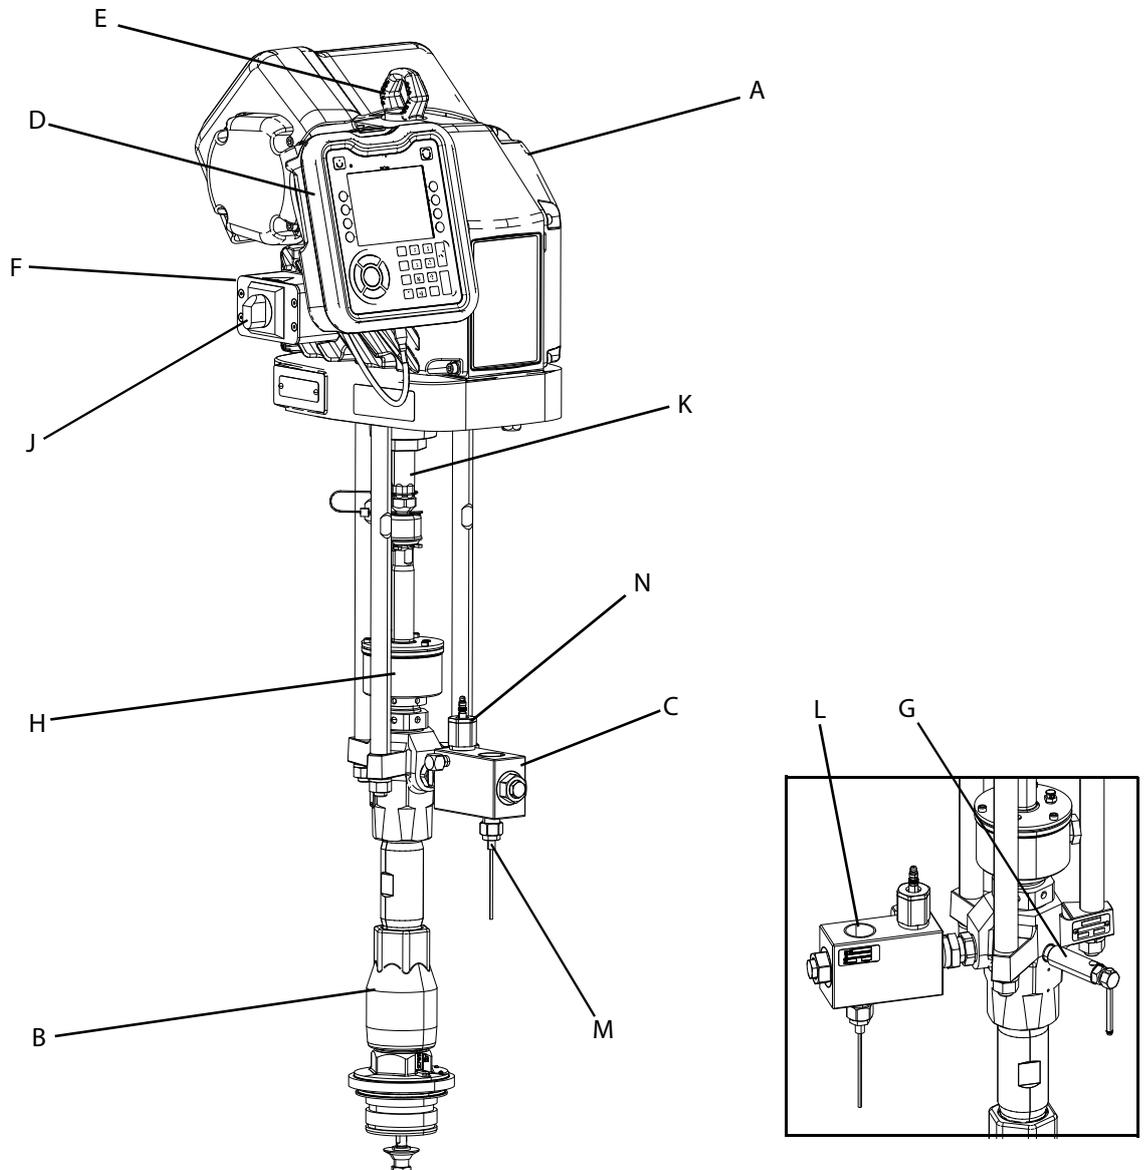

Рис. 1: Компоненты E-Flo SP
Прикрепите цепь или крюк в заданной точке крепления подъемных приспособлений. Поднимите и снимите устройство с поддона с помощью крана или вилочного подъемника. См. подъемное кольцо (E) на **Рис. 1** на стр. 7.